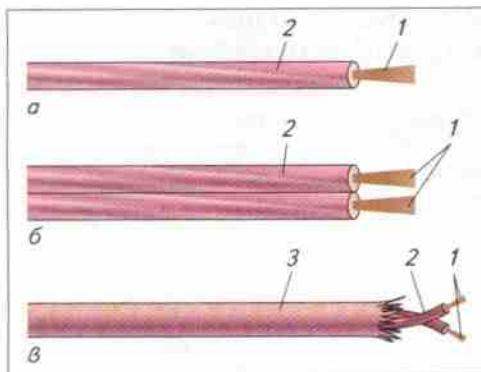

Рис. 65. Провода и шнуры
- провода марки ПГВ (рис. 65, а) имеют жилу 1, состоящую из тонких медных проволочек. Жила покрыта полихлорвиниловой изоляцией 2;
- шнур марки ШБПВ (рис. 65, б) представляет собой две медные жилы 1, покрытые общей полихлорвиниловой изоляцией 2;
- шнур марки ШБРО (рис. 65, в) состоит из двух медных многопроволочных жил 1, покрытых резиновой изоляцией 2. Жилы заключены в общую оболочку 3 из хлопчатобумажной или шёлковой пряжи.